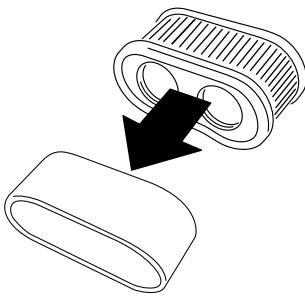

Bild 34
5. Nehmen Sie den Schaumeinsatz vorsichtig vom Papiereinsatz ab (Bild 34).